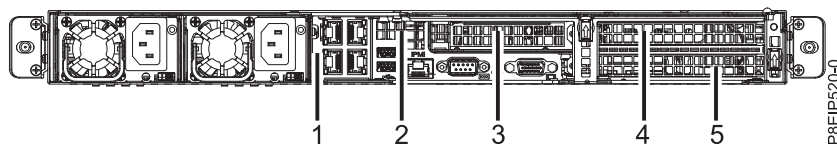

Figure 39. Positions des cartes 8001-12C
- Les positions des cartes PCIe sont illustrées dans la figure 39.